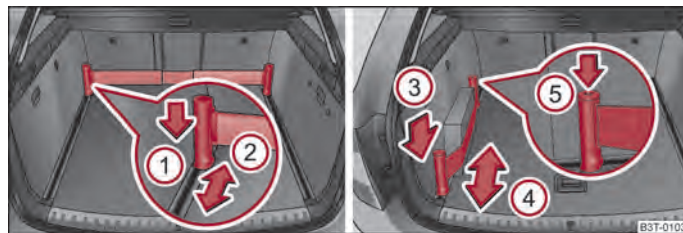

Fig. 80 Barra telescópica y correa tensora
- Presione la parte superior del soporte en la dirección de la flecha ① → fig. 80 y empujela simultáneamente a la posición deseada, flecha ②.
- Presione el soporte en la dirección de la flecha ③ → fig. 80 y empujelo simultáneamente a la posición deseada, flecha ④.
- Presione la tecla ⑤ en el lado superior del soporte y tense la correa.
- Puede enrollar completamente la correa tensora presionado la tecla ⑤ ⇒ fig. 80.